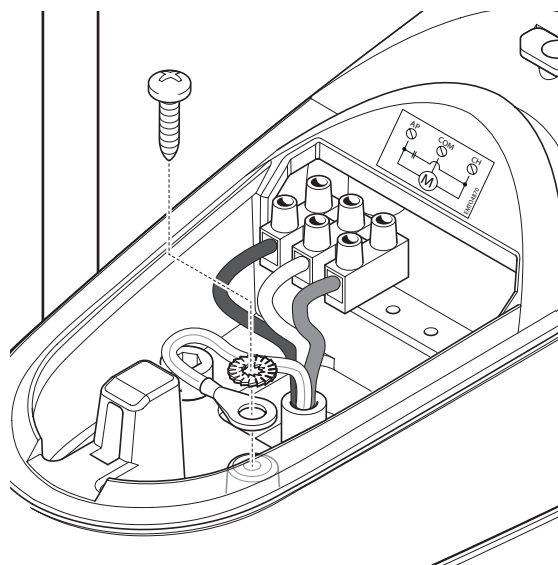

FIG. 15
**03.** Conecte los diferentes hilos y el cable de la toma a tierra, exactamente como se muestra en el esquema eléctrico de la **fig. 15**;